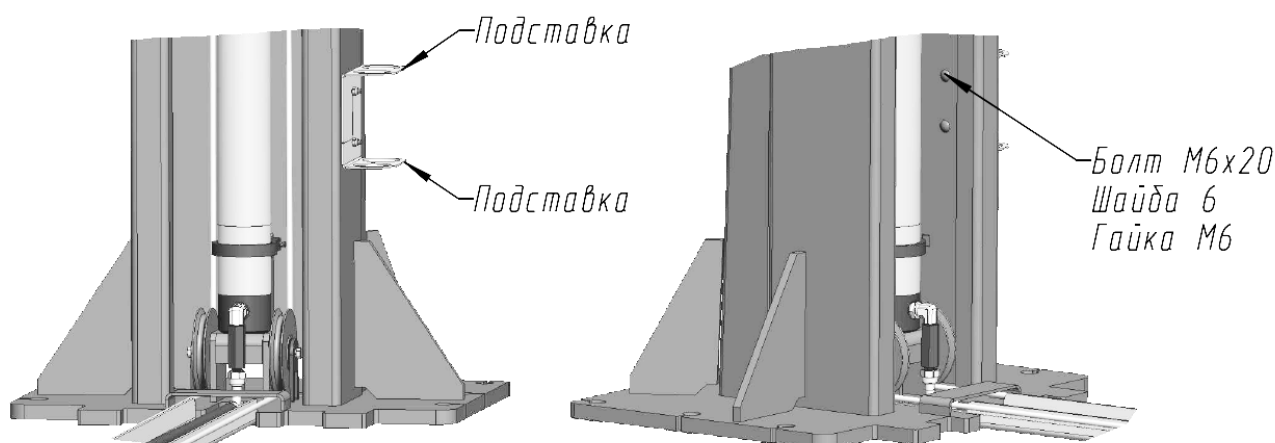

Рисунок 15 - Установка подставок
6.14 Для установки подставок (см. рисунок 15) необходимо поднять и установить на стопор каретки.